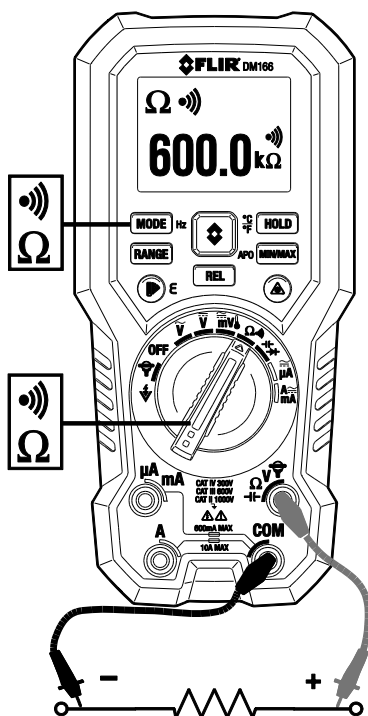

Fig. 6-4 Modstands- og kontinuitetsmålinger
1. Se **Fig. 6-4**. Indstil funktionskontakten til positionen for modstand.
1. Se **Fig. 6-4**. Indstil funktionskontakten til positionen for kontinuitet.